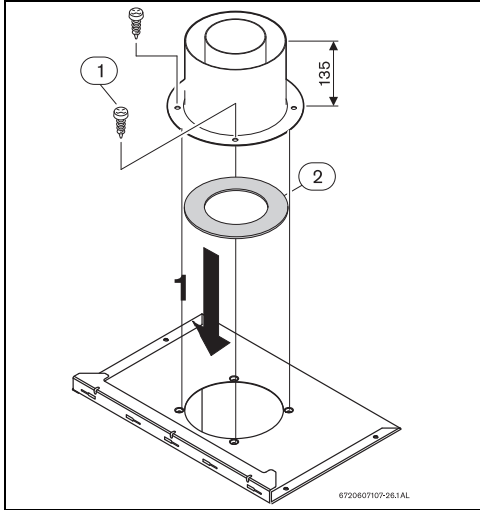

Fig. 4 Diafragma
Dependiendo del tipo de salida y de las condiciones de instalación, se deberá colocar un diafragma (Fig. 4) debajo del adaptador (Tabla 11 y 12).
- ▶ Aflojar los tornillos de fijación del adaptador (Fig. 4, [1]).
- ▶ Colocar el diafragma (Fig. 4, [2]) entre el adaptador y el aparato.
- ▶ Volver a fijar el adaptador al aparato con los 4 tornillos (Fig. 4, [1]).